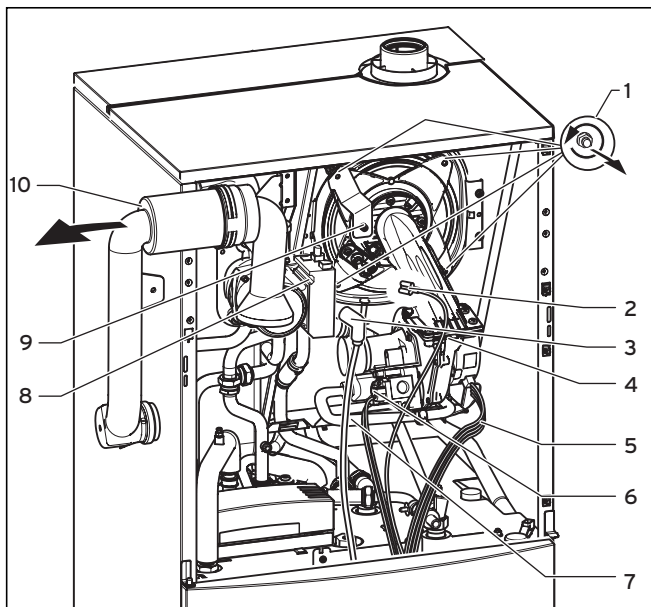

Рис. 8.2 Демонтаж модуля горелки
Пояснение (рис. 8.2):
- Отделите подводящую линию газа (7).
- Удалите четыре гайки (1), см. рис. 8.2.
- Снимите модуль горелки (4) с интегрального конденсационного теплообменника (8), см. рис. 8.2.